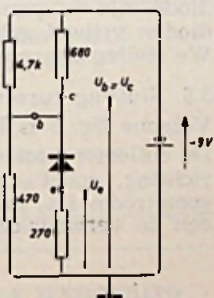

Fig. 2a
T.g.v. de inwendige sluiting is de collector-basis-diode, welke normaal in sperrichting is aangesloten, a.h.w. verdwenen en er ontstaat de toestand overeenkomstig het vervangingschema, volgens fig. 2a, waarin de diode de basis-emissor-diode voorstelt. De spanningen  $U_b = U_c$  en  $U_e$  kunnen worden